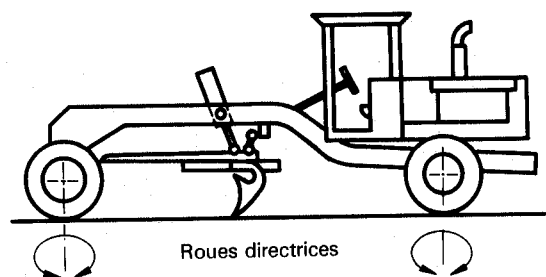

Figure 8 — Niveleuse à direction agissant sur les roues avant et les roues arrière
5.1.4.2 Direction agissant sur les roues avant et les roues arrière (voir figure 8)